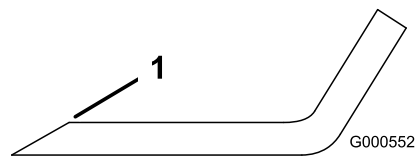

Figure 118
1. Au moyen d'une lime, aiguissez les tranchants à chaque bout de la lame (Figure 118).
Remarque: Si la lame est déséquilibrée, limez un peu l'extrémité de l'ailette seulement (Figure 118).